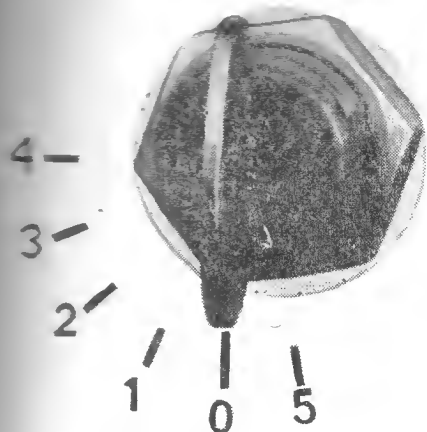

Fig. 8. — Commutateur à clef de contact.
4. Introduisez la clef de contact dans le commutateur et tenez dans la pas. 1. fig. 8.
LE COMMUTATEUR DE MISE EN MARCHÉ ET DE COMMANDE DU THERMOINJECTEUR FONCTIONNE SEULEMENT QUAND LA CLEF DE CONTACT, FIG. 8, EST EN POS. 1, 2, 3 OU 4.
Quand le moteur tourne, laissez la clef de contact dans l'une des quatre premières positions (fig. 8) afin de permettre la charge de la batterie et le fonctionnement de l'indicateur du niveau de combustible et de l'indicateur de température.
L'arrêt de la pédale pourra être mis normalement dans la position de la fig. 8 a. On ne l'amènera dans la position de la fig. 8b que si on fait travailler la prise de force indépendante.